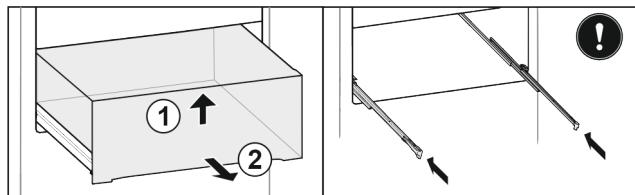

Fig. 27\*
- Повдигнете чекмеджето отпред Fig. 27 (1).\*
- Извадете напред Fig. 27 (2).\*